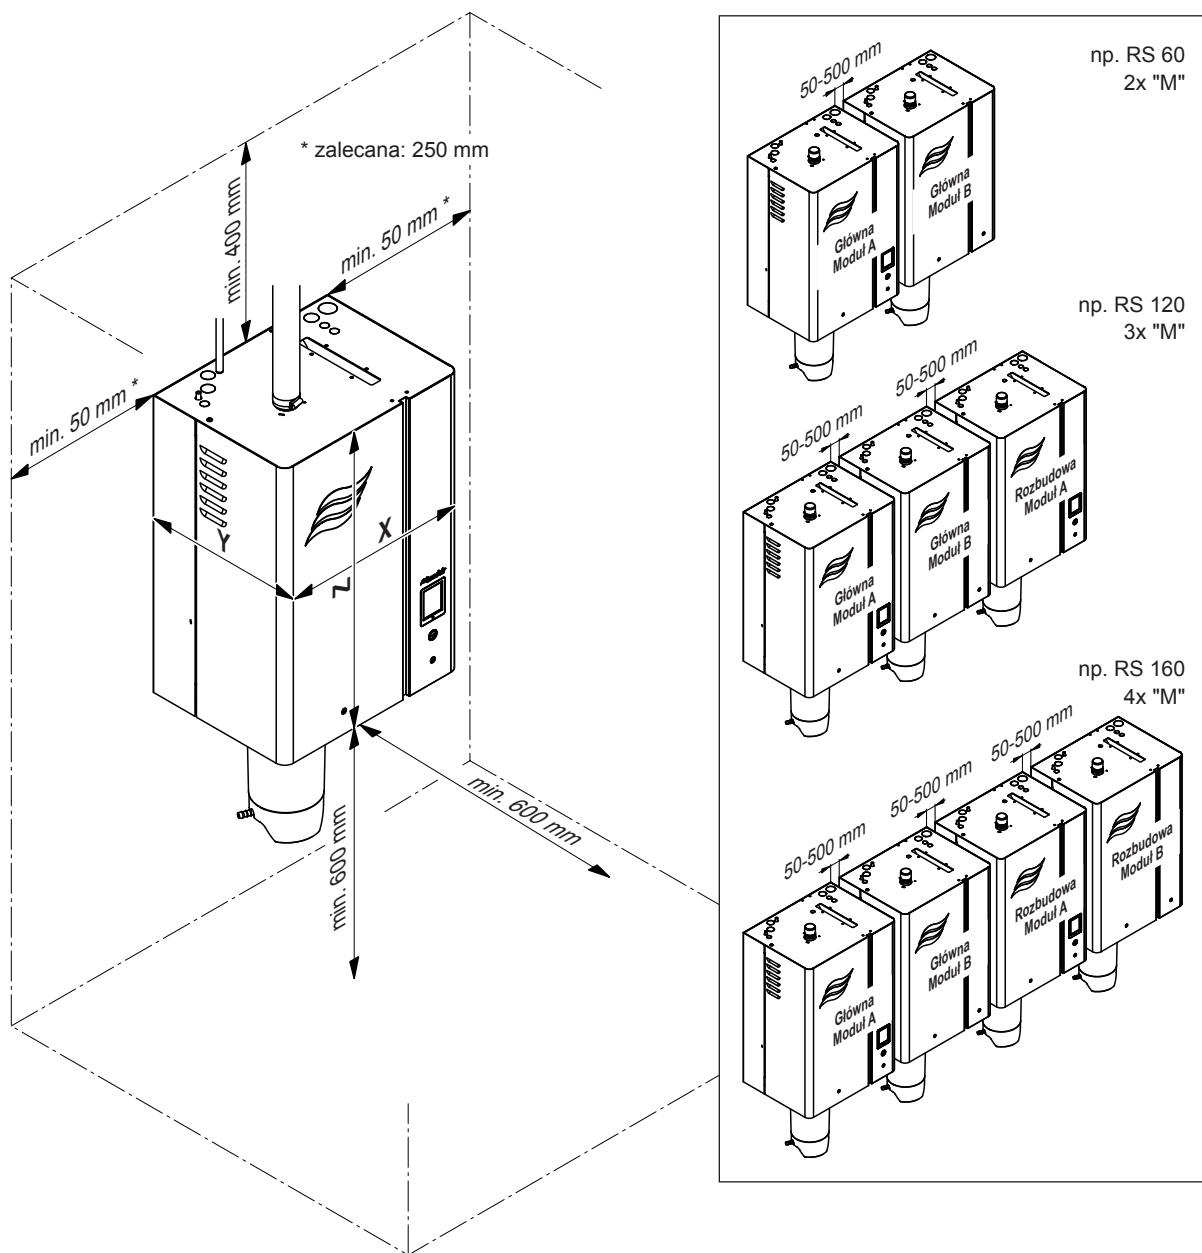

Fig. 9: Odległości, które trzeba zachować
- Zamontować Condair RS w taki sposób, aby zapewnić **nieskrępowany dostęp** do urządzenia i wystarczającą ilość miejsca na czynności serwisowe. Przestrzegać należy minimalnych odległości podanych na Fig. 9.
- Aby wykorzystać kable dostarczone z jednostkami podwójnymi i systemami łączonymi Linkup jednostki należy zamontować na tej samej wysokości, z odległość pomiędzy nimi wynoszącą min. 50 mm do maks. 500 mm Fig. 9.